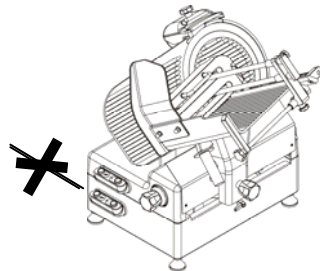

Abb.32
- Nicht an der Maschine oder am Kabel ziehen, um den Stecker auszustecken (Abb. 32).